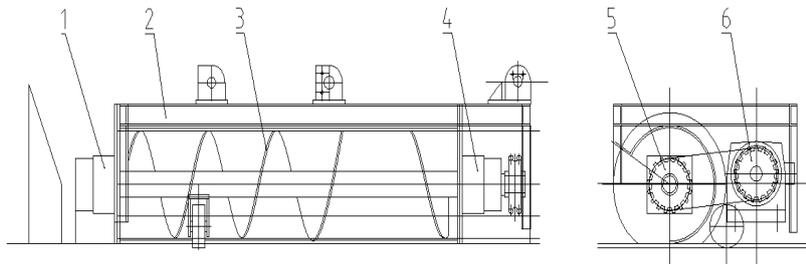

图 1
本塌煤螺旋输送机的结构组成如下（见图 1）：
5. 特别需要注意的是，图 1 中左侧所有部分与焦炉炉体的距离应符合整机设计要求，并需要实时监控，一旦发现距离过短应立即停车处理，谨防塌煤螺旋输送机与焦炉炉体相碰。